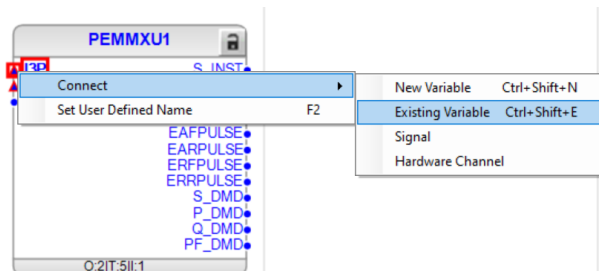

Imagen 128_Conexión de variable en la entrada I3P de bloque PEMMXU1.
2.3.13 Después vamos a conectar una variable a la entrada del bloque dando clic derecho a “I3P” posteriormente seleccionamos “Connect - Existing Variable” como se observa en la **Imagen 128**.